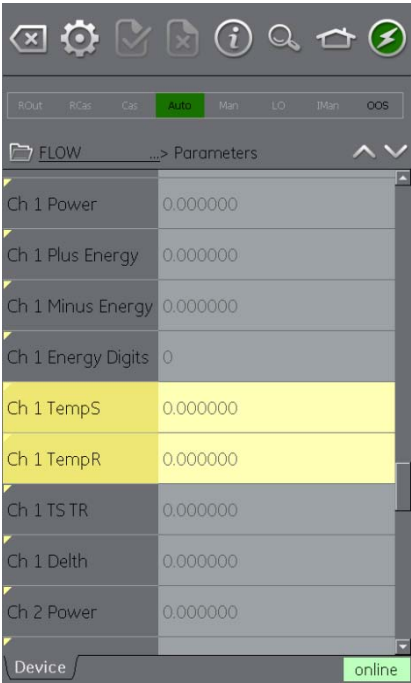

Figure 8-17 Recherche de fonction
4. La recherche de fonction affichera alors le groupe fonctionnel concerné dans la vue d'appareil ainsi que toutes les variables trouvées, mises en surbrillance en jaune (voir Figure 8-17).